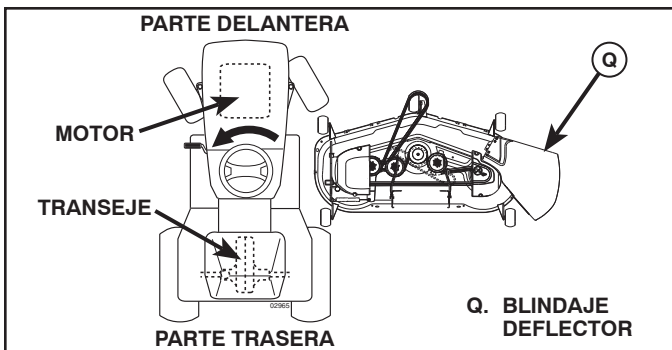

Fig. 6
3. GIRE EL VOLANTE HACIA LA IZQUIERDA Y UBIQUE LA CORTADORA DE CÉSPED EN SU LUGAR (Vea Fig. 6)
- Gire el volante completamente hacia la izquierda y ubique la cortadora de césped en el lado derecho del tractor con el blindaje deflector (Q) a la derecha.
9. INSTALE LA CORREA EN LA POLEA DEL EMBRAGUE DEL MOTOR (M) (Vea Fig. 6 & 15)
- Desenganche la varilla tensora de la correa (K) de la escuadra de bloqueo (L).
- Instale la correa en la polea del embrague del motor (M)